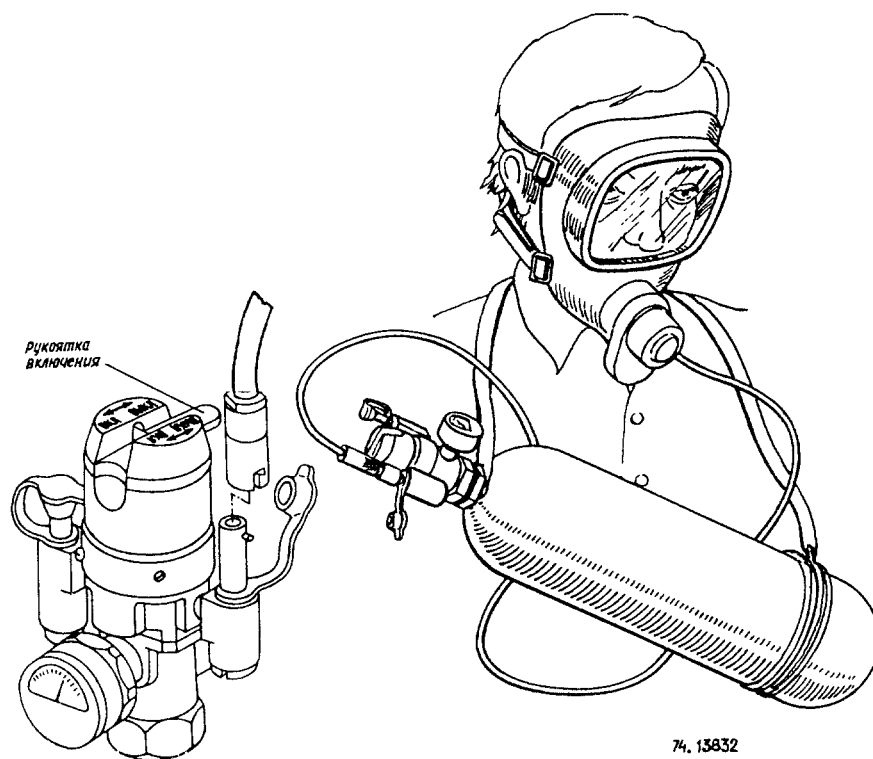

РИС. 5. ПЕРЕНОСНОЙ КИСЛОРОДНЫЙ ПРИБОР БКП-2-2-210
4. При необходимости питания кислородом от переносного блока БКП-2-2-2Ю с использованием кислородной маски ДКМ-I (рис. 5):